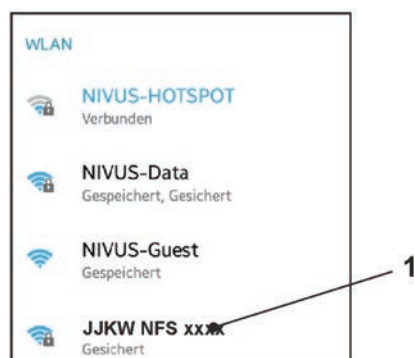

Abb. 26-3 WLAN-Liste
4. In der WLAN-Liste das NivuFlow Stick (Abb. 26-3 Pos. 1) mit der entsprechenden SSID (Auslieferungszustand = Seriennummer) anwählen.